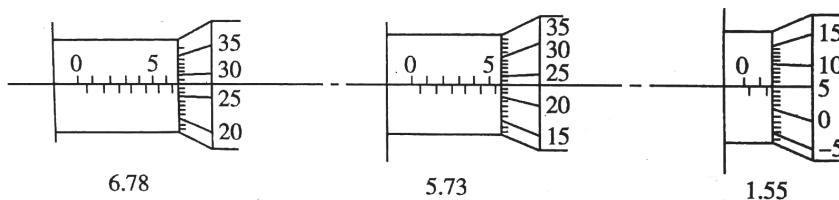

图1-6 外径千分尺的读数
活动套筒（副尺）每转1周它所移动的距离正好等于固定套筒（主尺）上的1格。顺时针转1周，就使测距缩短0.5mm；逆时针转1周，就使测距延长0.5mm。如果转半周，就移动0.25mm。将活动套筒（副尺）沿圆周等分成50个小格，转动1/50周（1小格），则移动距离为 $0.5\text{mm} \times 1/50 = 0.01\text{mm}$ 。活动套筒（副尺）转动10小格时，就移动0.1mm。因此从固定套筒（主尺）上能读出1mm整数和0.5mm，从活动套筒（副尺）能读出精确到0.01mm的小数。读数实例如图1-6所示。
③读数方法如下。
- 将两次读数相加就是工件的测量尺寸，如图1-6所示。
(3) 游标万能角度尺。